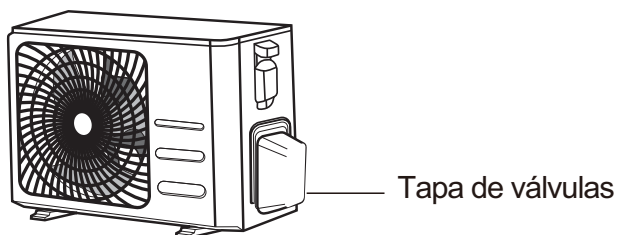

Fig. 6.9
1. Desenrosque la tapa de las válvulas en el lateral de la unidad exterior. (Véase **Fig. 6.9**)